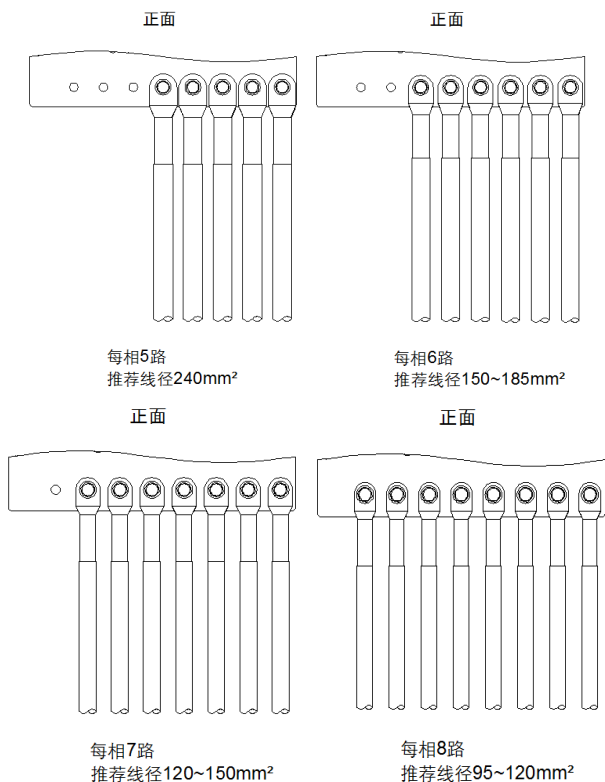

图3-14 CPS SCA1000KTL-H交流接线示意图
(7) 交流输出接线说明：
- 1000kW机种。首先确认每相接线路数，选择适合的电缆线径，再参考图3-14所示的接法将接线端子固定于铜排上，并用扭矩扳手，以适合的扭力锁紧。